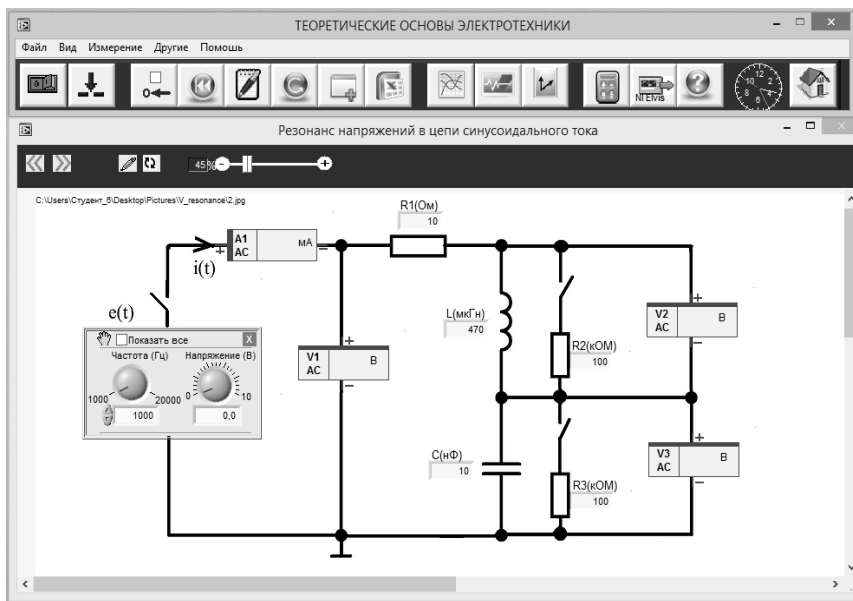

Рис. 18
4.3. Из главного меню выберите лабораторную работу **Резонанс напряжений в цепи синусоидального тока**. Откроется заранее подготовленное изображение электрической схемы с размещенными на ней полями компонентов и приборов (рис.18).
4.4. Соберите на плате цепь в соответствии со схемой на рис.18. Установите номиналы сопротивлений, емкости и индуктивности в соответствии с заданным преподавателем вариантом.